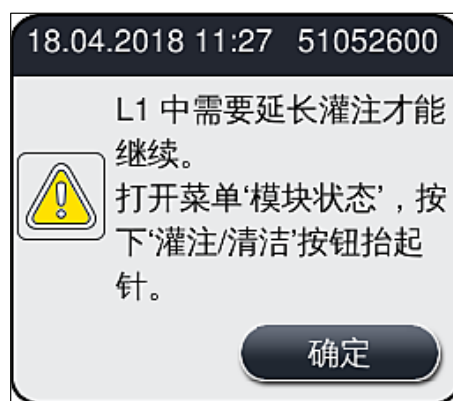

图 100
2. 请注意随后出现的信息消息 (→ 图 100), 并使用 **确定** 按钮确认。